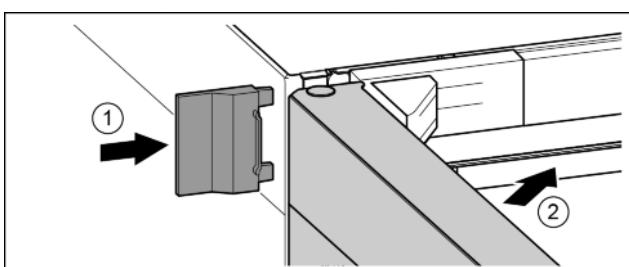

Fig. 25
- Нахлузете външния капак. Fig. 25 (1)
► Затворете горната врата. Fig. 25 (2)